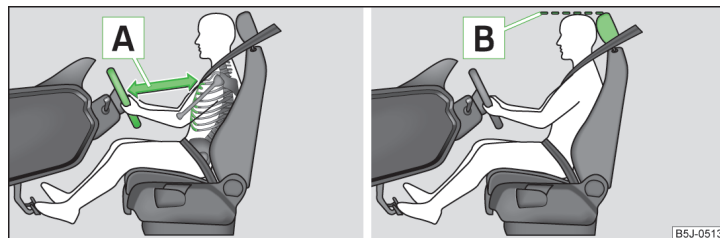

Fig. 1 Distanza corretta del conducente dal volante / regolazione corretta del poggiatesta
- ✓ Impostare il volante in maniera tale che la distanza **A** tra il volante e il petto sia pari a min. 25 cm » **fig. 1**. Regolare il volante » **pagina 10, Regolazione della posizione del volante**.
- ✓ Regolare il poggiatesta in modo che il bordo superiore del poggiatesta si trovi all'incirca alla stessa altezza della parte superiore della propria testa **B**. » **fig. 1 a pagina 9 » pagina 9**.
- ✓ Regolare il poggiatesta in modo che il bordo superiore del poggiatesta si trovi all'incirca alla stessa altezza della parte superiore della propria testa **[B]**, » fig. 1 a pagina 9 » pagina 9.